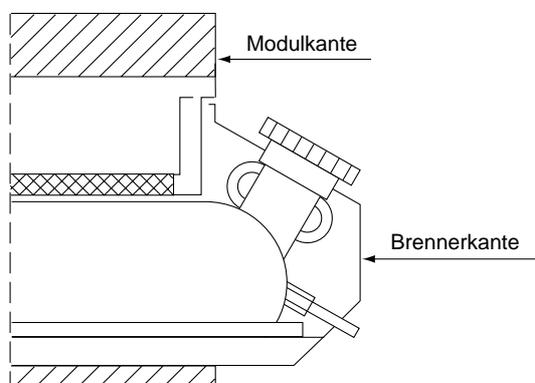

Bild 82 Brennerabstand im Modul
- Zur Vermeidung einer Beschädigung der Bedienungselemente während des Betriebes dürfen die Universalbrenner nicht bis zum Anschlag in die Brennereinschübe der Module eingeschoben werden. Sie müssen gemäß Bild 82 vollständig mit den Armaturentafeln aus den Brennereinschüben herausragen.